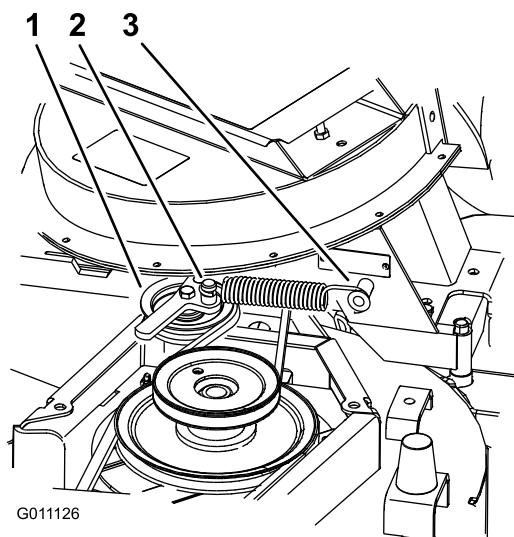

Bild 18
4. Setzen Sie die Feder ein, siehe Bild 18.